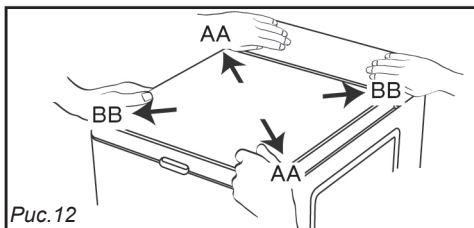

Рис.12
- Проверьте стабильность установки машины, нажимая на крышку в диагональном направлении (направление AA, затем направление BB) (Рис. 12). **Никакого видимого движения машины наблюдаться не должно.**